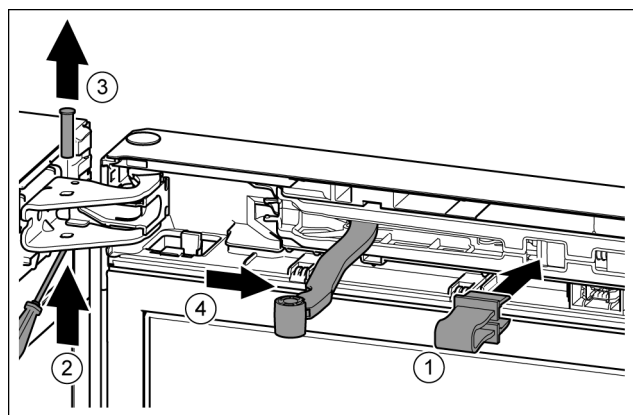

Fig. 10
- ▶ Poistku zaklapnite v otvore. Fig. 10 (1)
- ▶ Čap vysuňte skrutkovačom. Fig. 10 (2)
- ▶ Čap vyberte nahor. Fig. 10 (3)
- ▶ Kľb otočte v smere dverí. Fig. 10 (4)